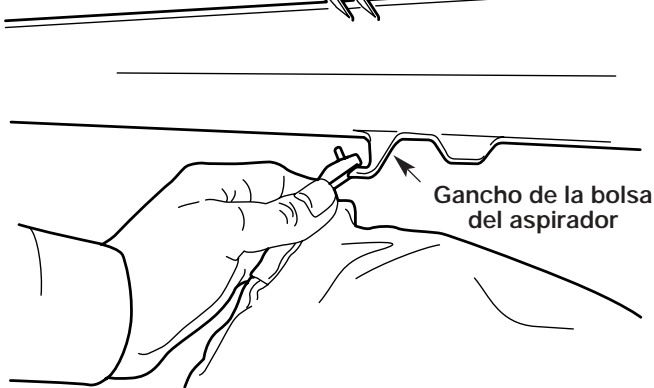

Fig. 3
1. Conecte la bolsa del aspirador al gancho de la bolsa del aspirador del tubo del soplador / aspirador (Fig. 3).